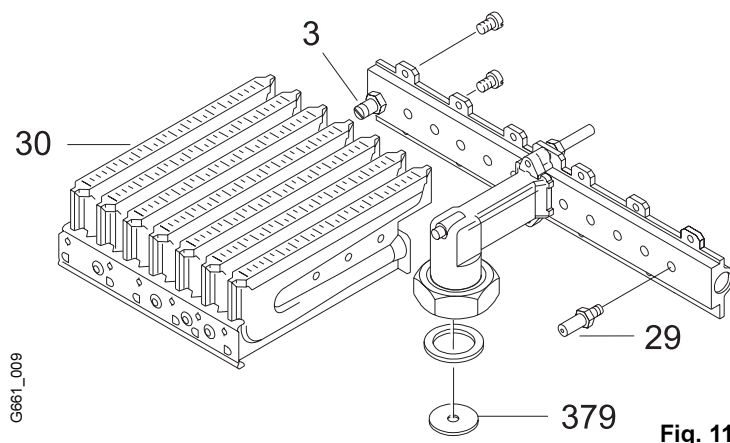

Fig. 11
2. Desmonte el quemador (pos. 30, fig. 11). Desatornille los grupos de quemadores de izquierda y derecha; cambie los inyectores (pos. 29, fig. 11).
5. Cambie la arandela estranguladora (pos. 379, fig. 11).